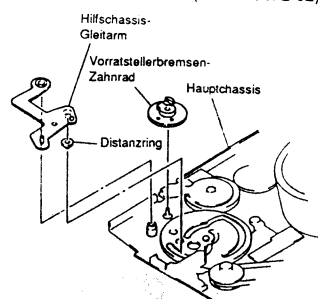

Abb. 2-62
- Den Hilfschassis-Gleitarm und den Distanzring aus dem Hauptchassis herausziehen (siehe Abb. 2-62).
- Das Vorratstellerbremsen-Zahnrad aus dem Hauptchassis herausziehen (siehe Abb. 2-62).